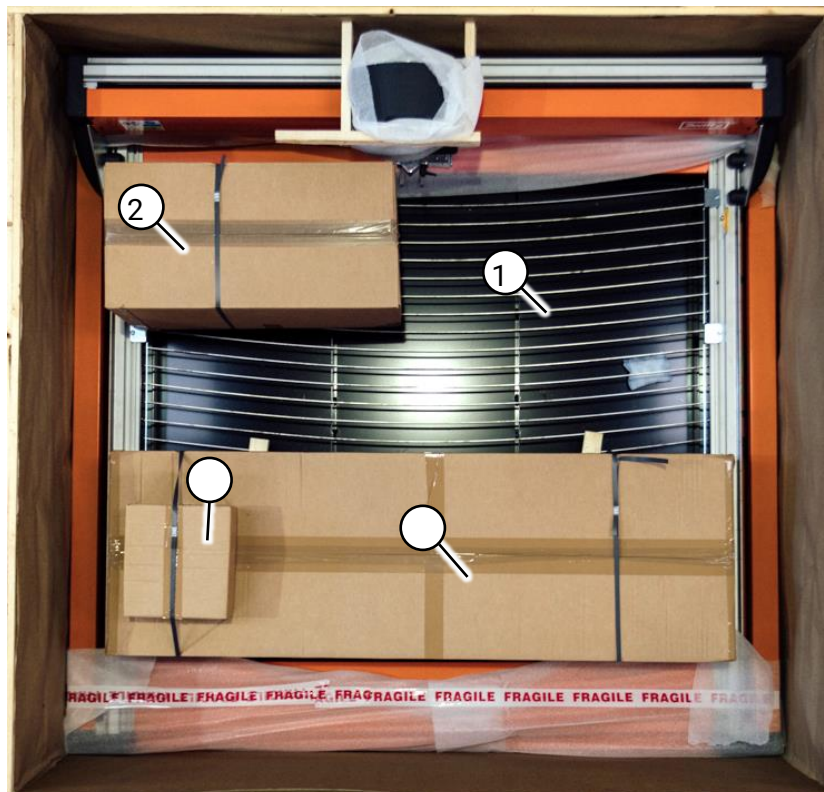

Fig. 5 Inhoud van het krat
- 1.1 Swifty 1250 (44) (Fig. 5 (1))
- 1.2 Besturing (Fig. 5 (2))
- 1.3 Accessoires (Fig. 5 (3))
- 1.4 Doos met onderdelen voor de laptopsteun (Fig. 5 (4))